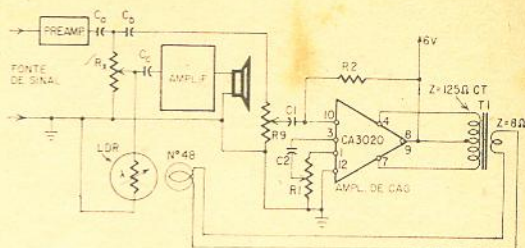

Figura 4
6) Como controle automático de ganho para amplificadores de áudio (figura 4). Neste circuito o sinal é retirado do preamplificador através de C e R9; o potenciômetro Rx é o controle de volume do amplificador de áudio. O nível do sinal para o amplificador de controle (CI) é ajustado por meio de R9, sendo R1 o controle de volume. R1 deve ser ajustado de maneira que a lâmpada acenda com o máximo brilho quando R9 estiver no máximo. Mantém-se R1 fixo e utiliza-se R9 para controlar o nível do CAG.
Para simplificar, omitimos algumas ligações do CI na figura 4. Os valores são os mesmos da figura 2. O amplificador é bastante pequeno, de maneira que poderá ser incorporado a qualquer equipamento portátil para servir de controle automático de ganho. O CAG é particularmente útil em gravadores portáteis, utilizados para gravar entrevistas e conferências, a fim de manter constante o nível da gravação, ou em amplificadores de audição pública, a fim de limitar o volume e evitar microfonia.